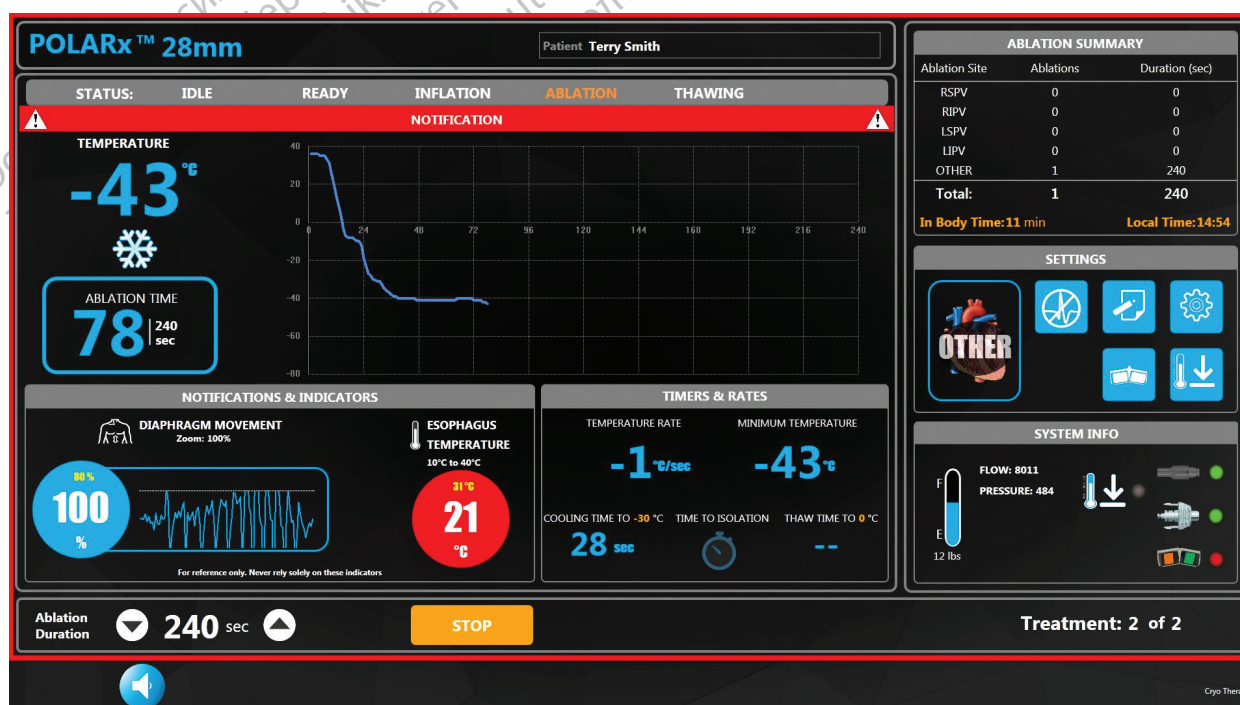

Figura 8. Alerta de temperatura esofágica
- e. Selecione o valor numérico ao lado de **Esophagus Temperature** (Temperatura esofágica). Defina a Esophagus Temperature (Temperatura esofágica) com a temperatura pretendida utilizando as setas para cima/para baixo. Quando a temperatura atingir o ponto de ajuste escolhido neste campo, a leitura de Esophagus Temperature (Temperatura esofágica) no ecrã de Terapia fica vermelha e intermitente, uma moldura vermelha à volta do ecrã fica intermitente e a barra de título do gráfico Temperature (Temperatura) fica intermitente a vermelho com uma notificação sonora (Figura 8). O alerta pode ser apresentado durante as fases de insuflação, ablação e descongelamento.
- Os dados atuais da temperatura esofágica são apresentados em °C. Se a temperatura atingir o ponto de ajuste, a temperatura atual é apresentada num círculo vermelho e pisca, uma moldura vermelha à volta do ecrã pisca e a barra de título do gráfico Temperature (Temperatura) pisca a vermelho com uma notificação sonora (Figura 8). O alerta está presente durante as fases de insuflação, ablação e descongelamento.